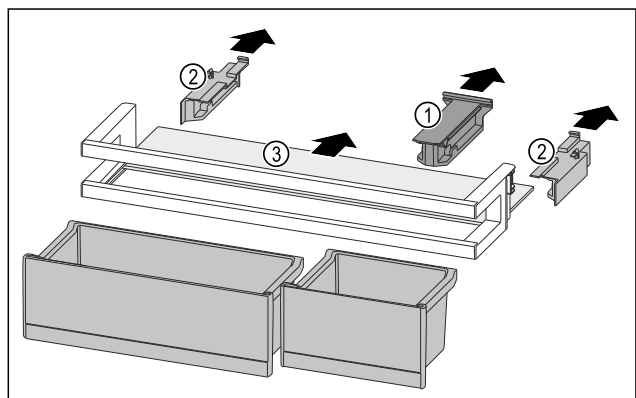

Fig. 117
- ▶ Húzza le a tartóelemet Fig. 117 (1).
- ▶ Húzza le az oldalsó részeket Fig. 117 (2).
- ▶ Vegye ki a tárolólapot Fig. 117 (3).